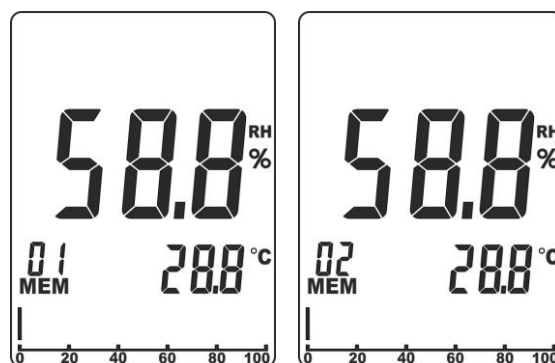

Abb. 3: Speicherung von Messergebnissen.
1. Mit dem Messergebnis im Display (siehe Abb. 3 – linke Seite), drücken und halten Sie (>2s) die Taste **MEM/ALM**, bis das Gerät einen Ton abgibt.
2. Das Messergebnis wird in der Speicherstellung gespeichert, die auf der Unterseite des Displays angegeben wird (siehe Abb. 2 – Teil 15). Das Gerät zeigt automatisch die nächste verfügbare Stellung (siehe Abb. 3 – rechte Seite).